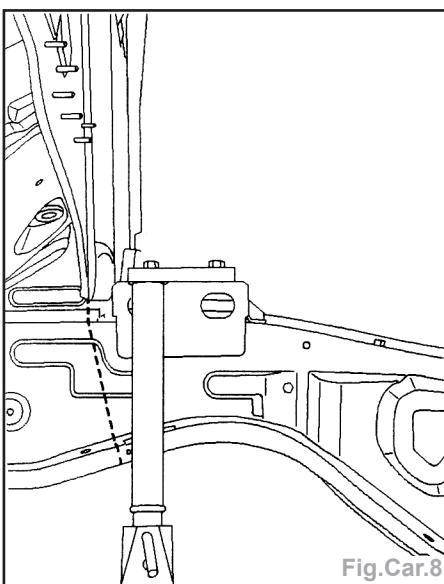

Fig. Car.8
- Souder par cordon MAG et meuler la soudure (Fig.Car.8).